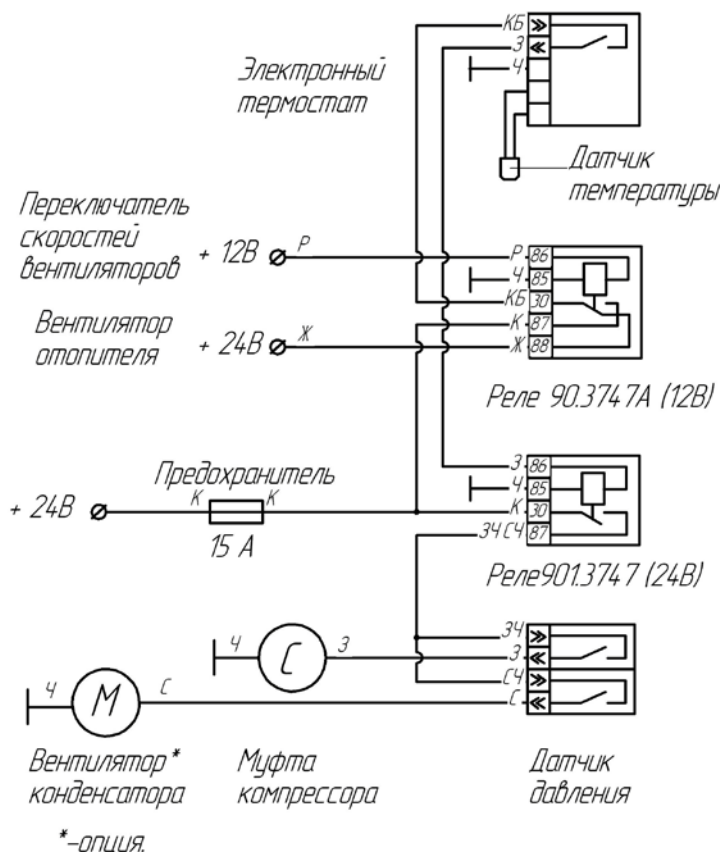

Рис.6 Схема электрическая принципиальная
4.8.2 Подключение жгута проводов кондиционера производить согласно электрической принципиальной схемы, приведенной на рис.6.